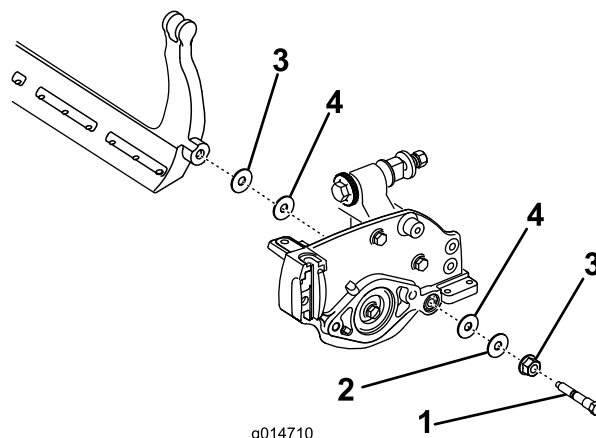

Figure 19
4. Retirez les boulons de la barre d'appui de façon à pouvoir abaisser la barre et la déposer de la machine. Mettez de côté les 2 rondelles en nylon et les 2 rondelles en acier estampé de chaque côté de la barre d'appui (Figure 19).